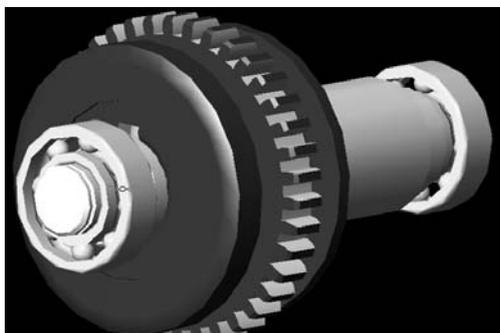

Рисунок 9.5
- установить подшипники (рисунок 9.5);